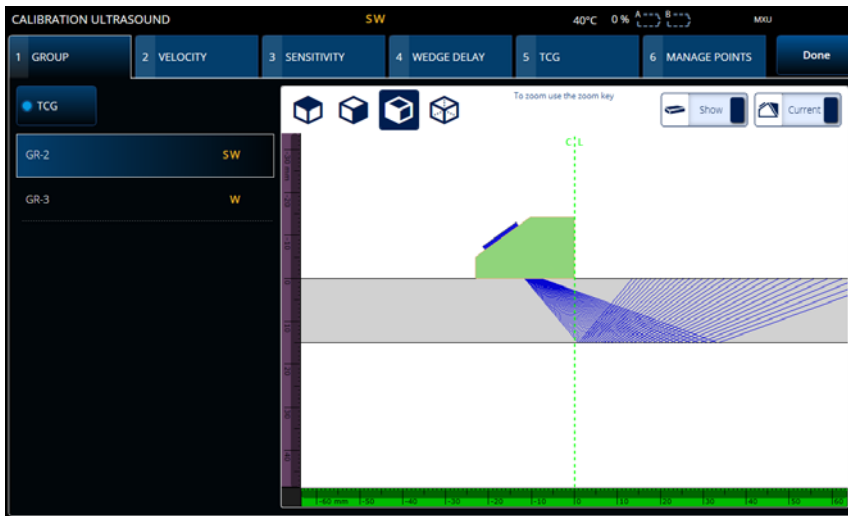

図 4-1 Calibration (校正) > Group (グループ)
1. **☰ >  Plan & Calibrate (計画と校正) > Calibration Tools (校正ツール)** を選択して、**PA/UT/TFM Calibration (PA/UT/TFM 校正)** ウィザードにアクセスします (178 ページの図 4-1)。TOFD 校正を行うには、198 ページの「TOFD 校正」を参照してください。Scan Plan (スキャンプラン) ウィザードと同様に、Calibration (校正) ウィザードのワークフローは、校正のタイプごとに複数のタブやセクションに分かれています。
2. **Group (グループ)** タブ (178 ページの図 4-1) で、校正するグループを選択します。UT グループの場合、校正するサイジング方法、TCG、DAC、または DGS も選択します。